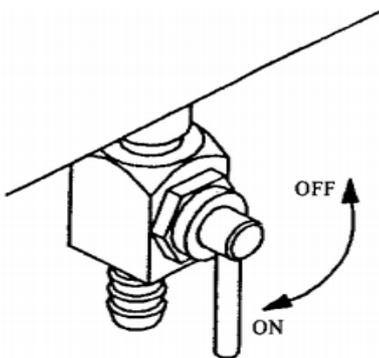

рис.1
- 2) Открыть кран топливного бака (рис. 1). Поворот ручки вертикально означает "вкл.", а поворот под углом 90 ° означает "выкл".